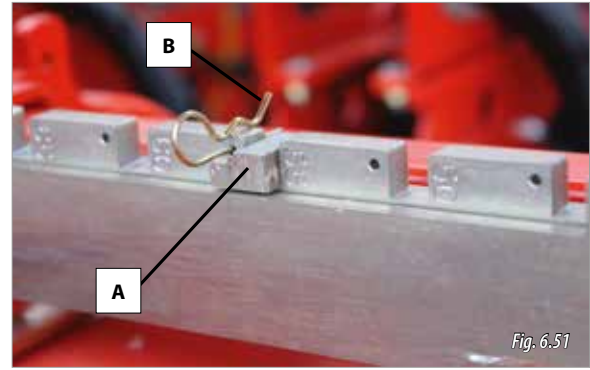

Fig. 6.51
Para regular la separación entre elementos, actuar sobre los topes de apertura (A, Fig. 6.51) de las astas como se indica a continuación:
- 1- Sacar los pasadores (B, Fig. 6.51) de los elementos y retirar los topes de apertura (A, Fig. 6.51).